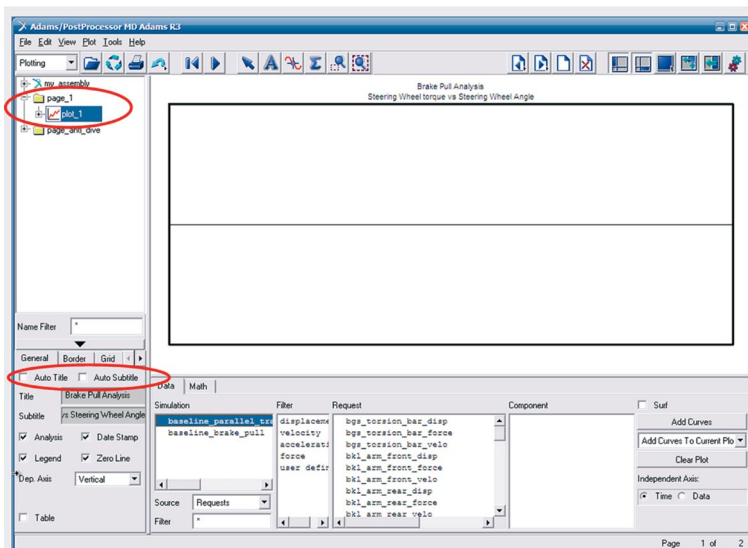

Figura 4.162 – Definindo a área gráfica.
- Com o mouse, dê um duplo clique em *Page_1* (lado esquerdo da tela, conforme indicado na Figura 4.162).
- Certifique-se de que as opções *Auto Title* e *Auto Subtitle* estão desmarcadas. (conforme indicado na Figura 4.162).